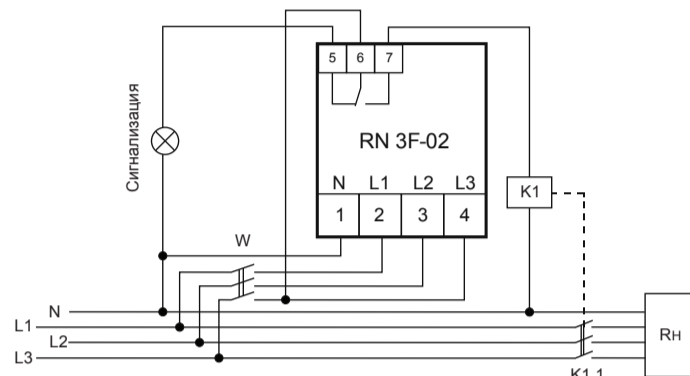

Рис. 2: схема подключения изделия
7.2. Подключить нагрузку к изделию (см. рис.2). Для этого используйте одножильный или многожильный провод с двойной или усиленной изоляцией сечением, соответствующей мощности нагрузки. Переменное 3-фазное напряжение **380В, 50 Гц** подается на контакты выключателя **W** и на замыкающие контакты **K1.1** контактора **K1** соответствующей мощности. Выходные контакты выключателя **W** подключаются на контакты **2, 3, 4** устройства и одна из фаз на контакт **6**.